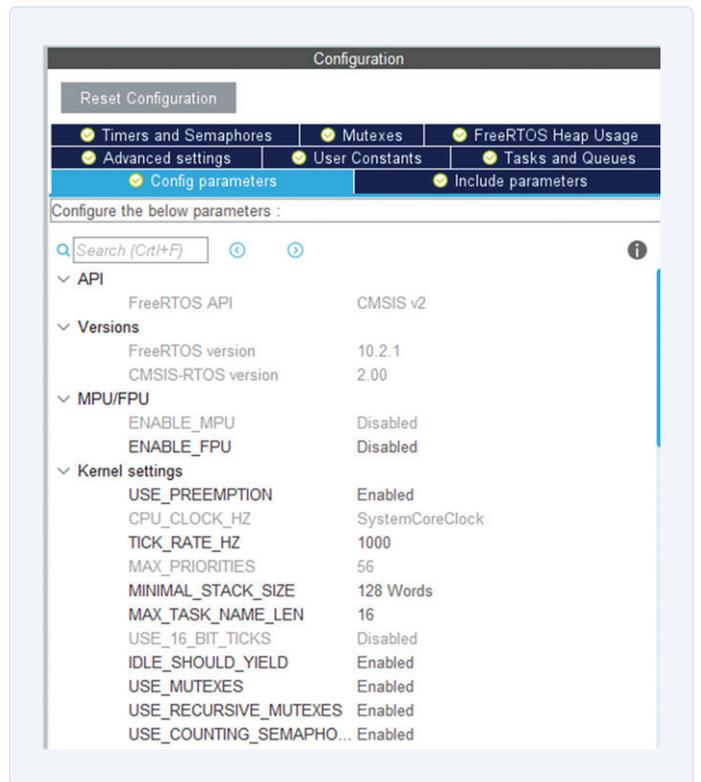

Figure 3. Pour les paramètres de configuration, accepter les valeurs par défaut.
- > De nombreux paramètres peuvent être configurés sous l'onglet *Configuration*. Leur utilisation nécessite une bonne connaissance de FreeRTOS. Dans ce projet de démonstration, toutes les valeurs par défaut conviennent (voir fig. 3).